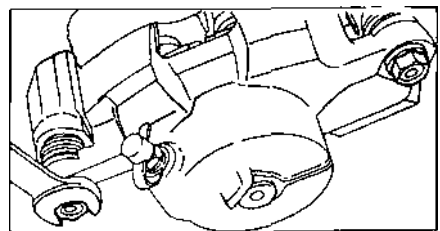

Рис. 7.35.
- выкрутить болты крепления направляющих пальцев и отделить скобу от направляющей колодок (рис. 7.35);